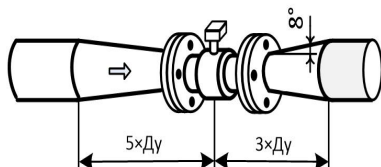

Рисунок 5.3 – Примеры применения сужений/расширений
**Использование сужений или расширений** на входе и выходе допускается, если диаметр трубопровода не соответствует внутреннему диаметру ( $\text{Ду}$ ) сенсора. Конусность перехода не должна превышать  $8^\circ$  (рисунок 5.3).